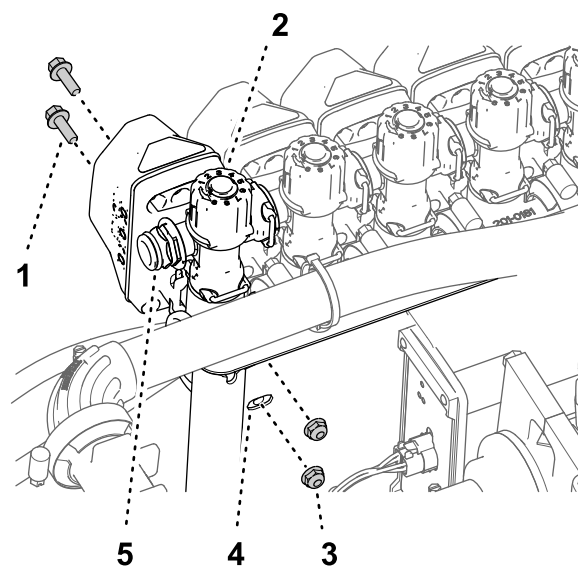
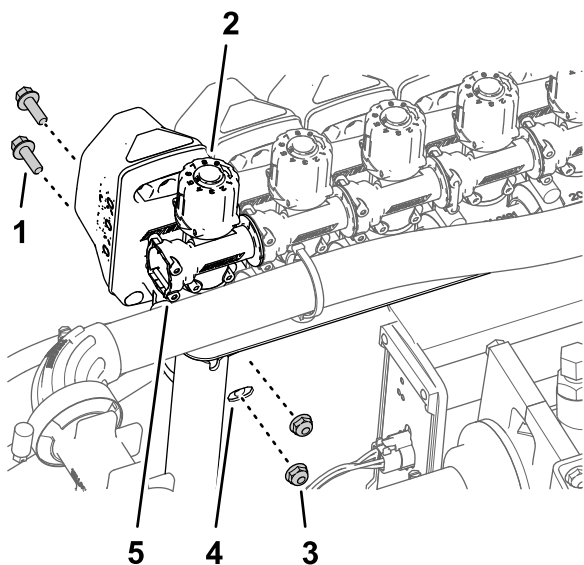

Figura 107
Figura 108
- Montate la valvola dell'ugello 10 sul supporto della valvola (Figura 107 o Figura 108) con i 2 bulloni a testa flangiata ($\frac{1}{4}$ " x $\frac{3}{4}$ "") e i 2 dadi di bloccaggio ($\frac{1}{4}$ "") che avete rimosso al passaggio 2 di Rimozione delle valvole di sezione dal supporto del collettore (pagina 35).